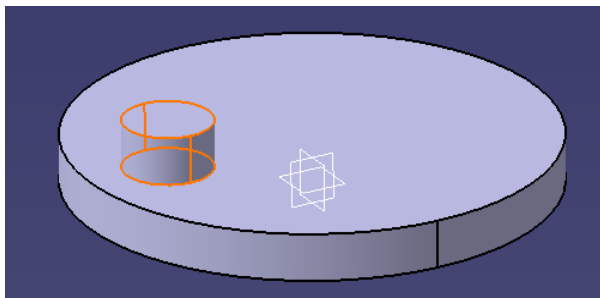

图 3-50
(5) 按圆形模式生成的方法，用 Circle → Pad → Circle → Pad 命令画如图 3-50 后，点击 Circular Pattern  (点击  右下角的倒三角形)。